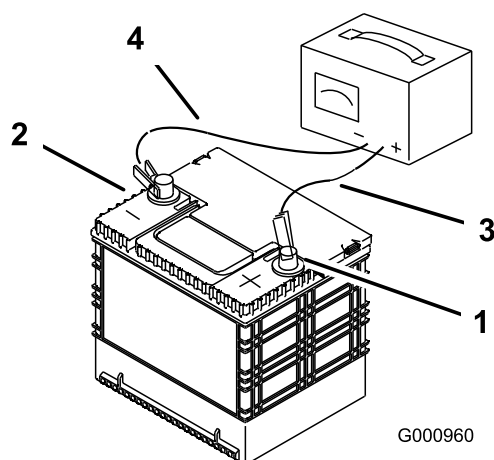

Figure 36
2. Quand la batterie est chargée au maximum, débranchez le chargeur de la prise, puis débranchez les fils du chargeur des bornes de la batterie (Figure 36).